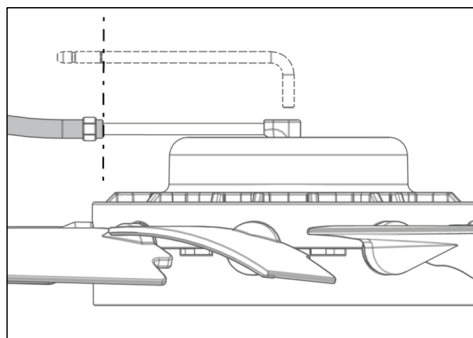

Fig. 19
- 9) Schuif de drukslang over de luchtinlaatslang tot aan de markering (25 mm / 0.984") (Fig. 19).